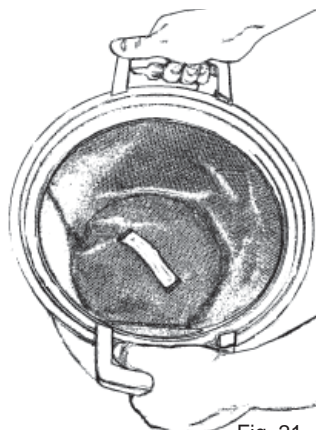

Fig. 21
2. No extraer el filtro del recipiente. En su lugar, sacudir ligeramente el filtro dentro del recipiente para que se desprenda del polvo dejándolo caer dentro del recipiente, Fig. 21.
2. Sustituir el filtro de la bolsa limpio/sacudido en el recipiente. Asegurarse de que el soporte del filtro encaja bien en el borde interior del recipiente de polvo. Controlar que el filtro está montado correctamente, el mango de tela ha de ser visible, Fig. 21.